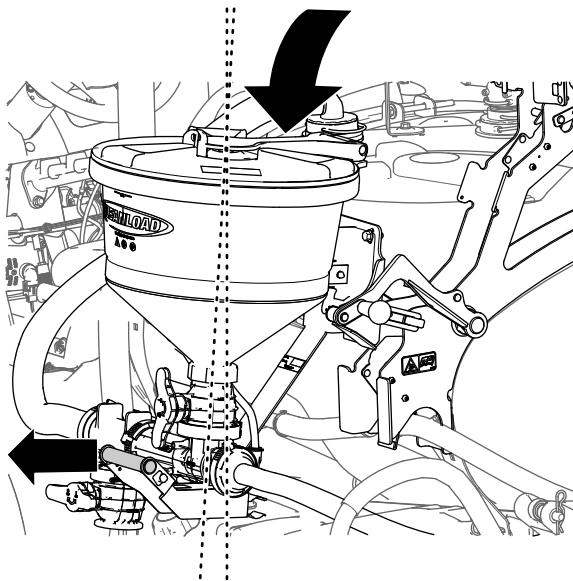

Рисунок 39
- Полностью опустите эдуктор, удерживая рукоятку эдуктора направленной немного наружу (Рисунок 39).